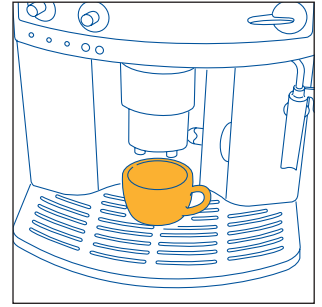
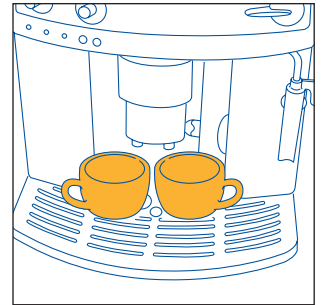
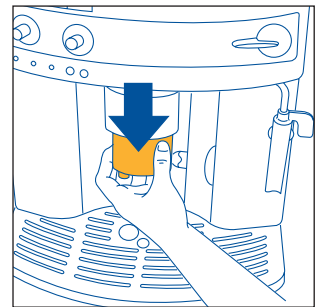

Fig.9
Fig.10
Fig.11
- 4) Coloque una taza debajo de las boquillas del grupo erogador si quiere 1 café (fig. 9) o 2 tazas para 2 cafés (fig. 10). Para lograr una buena crema, acerque lo máximo posible el grupo erogador a las tazas, bajándolo (fig. 11).